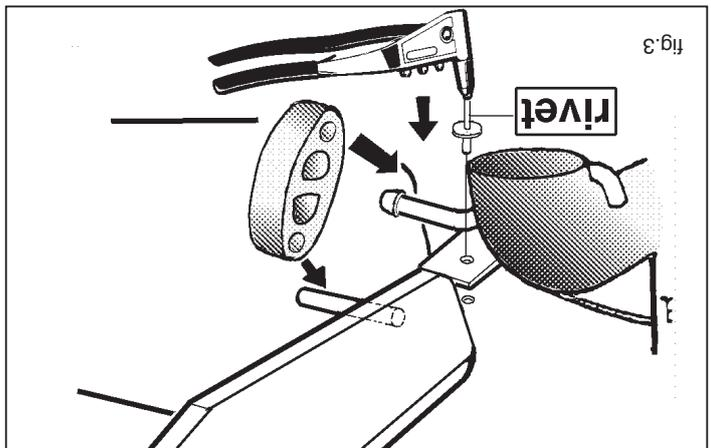

fig.3
2. Plaats de template in het midden aan de onderzijde van de bumper en zaag het aangegeven deel uit. Demonteer links de laatste uitlaatophangbeugel door twee bouten los te nemen en een popnagel  $\varnothing$  6 mm. uit te boren. De verwijderde ophangbeugel komt te vervallen. Neem het uitlaatrubber van de losgenomen ophangbeugel en schuif deze over de stift welke aan de trekhaak is gelast. Demonteer rechts de beugel t.b.v. het sleepoog. Deze beugel en bijbehorende bouten worden niet herplaatst. Zet het hitteschild d.m.v. de bijgeleverde popnagel overeenkomstig fig. 3 vast. Boor hiertoe het bestaande gat in het hitteschild  $\varnothing$  5,5 mm. via de onderzijde van het chassis.
2. Position the template in the middle of the underside of the bumper, and saw out the indicated portion. Detach the last exhaust pipe suspension clamp on the left, by loosening two bolts and drilling a pop rivet of  $\varnothing$  6 mm. The removed clamp will no longer be needed. Take the exhaust rubber off the removed suspension clamp and slide it over the pin which is welded to the towbar. Remove the clamp to the right at the point of the towing eye. This clamp and its bolts will no longer be needed. Tighten the heat shield as shown in fig. 3 using the included pop rivet. Drill out the existing hole in the heat shield to a diameter of 5.5 mm from the underside of the chassis.
2. Die Schablone in die Mitte an der Unterseite der Störstange anlegen und das angegebene Stück aussägen. An der linken Seite den letzten Auspuffaufhängebügel abbauen, indem zwei Schrauben und eine Hohlleite mit einem Durchmesser von 6 mm losgelöst werden. Der entfernte Aufhängebügel wird nicht mehr benötigt. Den Auspuffgummimantel vom losgelösten Aufhängebügel nehmen und diesen über den Stift ziehen, der an der Anhängervorrichtung angeschweißt ist. Rechts den Bügel bei der Abschleppöse demontieren. Dieser Bügel und die dazugehörigen Schrauben werden nicht wieder angebracht. Das Hitzeschild mit den mitgelieferten Hohlleiten gemäß der Abb. 3 anbringen. Dazu muss über die Unterseite des Fahrgestells das vorhandene Loch mit einem Durchmesser von 5,5 mm in das Hitzeschild gebohrt werden.
Cet étrier et ses boulons ne sont plus utilisés. Fixer le bouclier thermique à l'aide du faux rivet fourni, conformément à la fig. 3. Percer à cet effet le trou déjà existant dans le bouclier thermique  $\varnothing$  5,5 mm, via le dessous du châssis.
2. Posizionare la sagoma al centro contro la superficie inferiore del paraurti e segare via la parte indicata. Smontare a sinistra l'ultimo sostegno del tubo di scarico, svitando i due bulloni e praticando un foro con la punta da ø 6 mm. Il fermo rimosso non dovrà più essere rimontato. Estrarre il sostegno in gomma dal fermo rimosso ed inserirlo sul perno fissato al gancio traino. Smontare a destra il sostegno a livello dell'anello di traino. Tale sostegno ed i relativi bulloni non dovranno essere rimontati. Fissare lo schermo isolante mediante il chiodo in dotazione, come mostrato in fig. 3. A tal fine, praticare un foro da ø 5,5 mm attraverso il solco esistente dello schermo isolante, passando dalla parte inferiore del telaio.
2. Situar la plantilla en el centro del lado inferior del parachoques y serrar la parte indicada. Desmontar a la izquierda la última abrazadera de suspensión del tubo de escape al soltar dos tornillos y al taladrar Ø6mm un clavo tubular. La abrazadera de suspensión retirada queda anulada. Tomar la goma del tubo de escape de la abrazadera de suspensión soltada y encajarla sobre la clavija soldada en el gancho de remolque. Desmontar a la derecha la abrazadera a la altura del anillo de enganche. Esta abrazadera así como los tornillos correspondientes no se vuelven a poner. Fijar el escudo térmico por medio del clavo tubular suministrado de acuerdo con la fig. 3. Para hacerlo, taladrar Ø5,5mm el orificio existente en el escudo térmico pasando por el lado inferior del chasis.